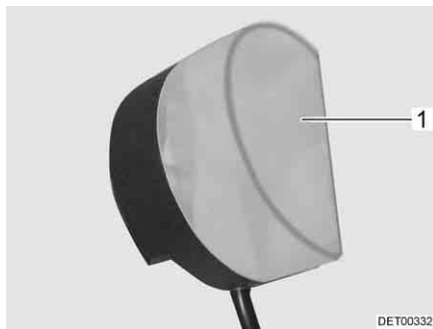

Bild 246 Kleiderschrankleuchte
- Leuchtenabdeckung (Bild 246,1) leicht zusammendrücken und abnehmen.